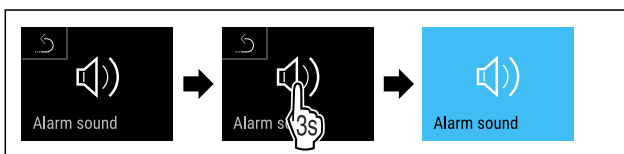

Fig. 92
- Eseguire i passi (vedere Fig. 92) .